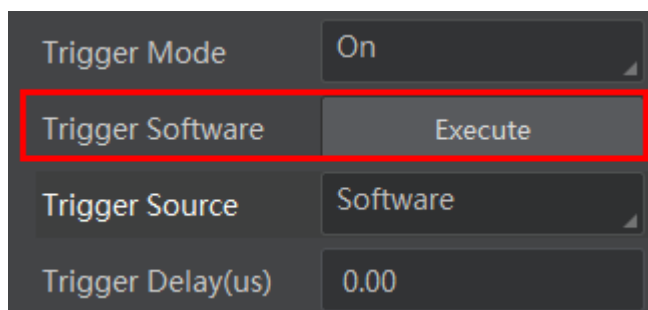

图3-5 触发模式设置
2. 选择参数 *Trigger Source* 为 *Software*，单击 *Trigger Software* 后的 “Execute” 即可发送软触发命令进行采图，如图 3-5 所示。